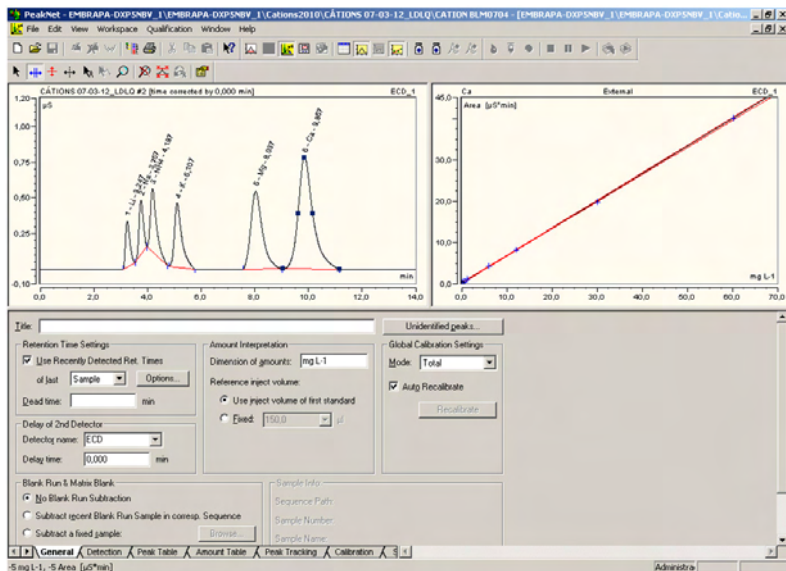

Figura 24. Tela Calibration do Peaknet 6 com a opção Total selecionada.
Feito isso, outra janela (Figura 24) será mostrada. Para selecionar uma curva fora da sequência que se pretende integrar, deve-se clicar na aba **General**. Em **Global Calibration Settings**, na opção **Mode**, deve-se selecionar a opção:
- **Total**, caso a curva tenha sido injetada junto com as amostras (Figura 24).